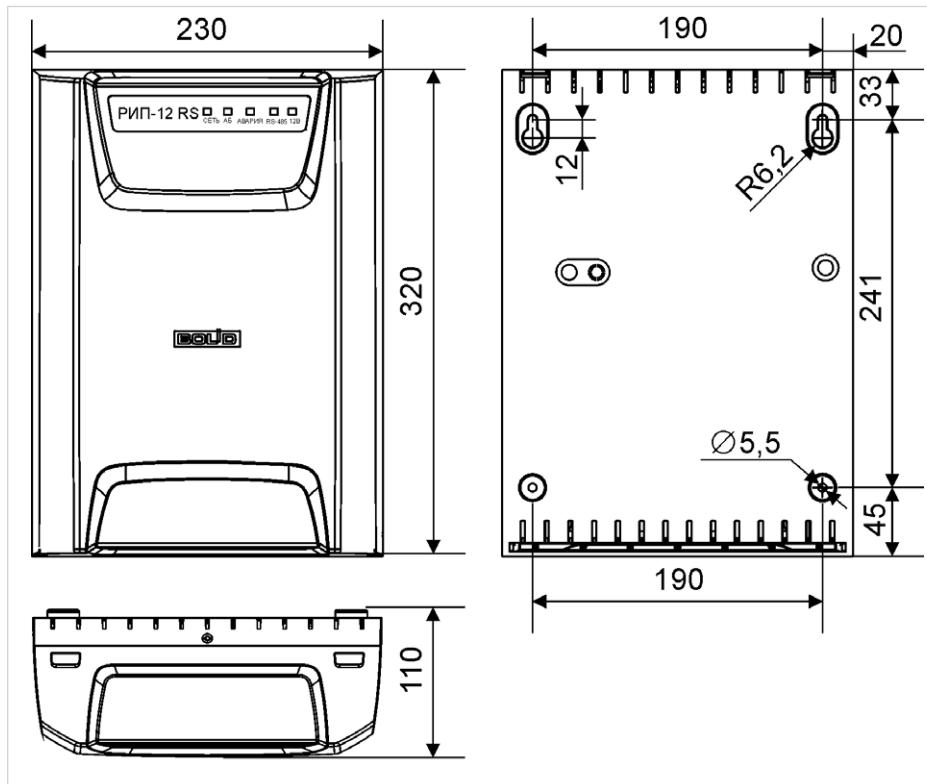

Рисунок 8. Внешний вид и габаритные размеры РИП
- Наметьте на стене места для четырёх установочных отверстий в соответствии с габаритным чертежом (см. рис. 8). Просверлите отверстия.